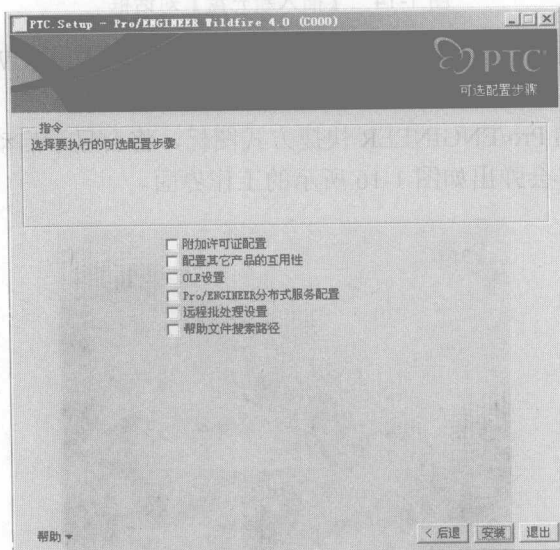

图 1-12 可选配置步骤对话框
- (8) 单击【下一个】按钮弹出可选配置步骤对话框, 用户可以根据需要选中相应的复选框进行安装, 如图 1-12 所示。